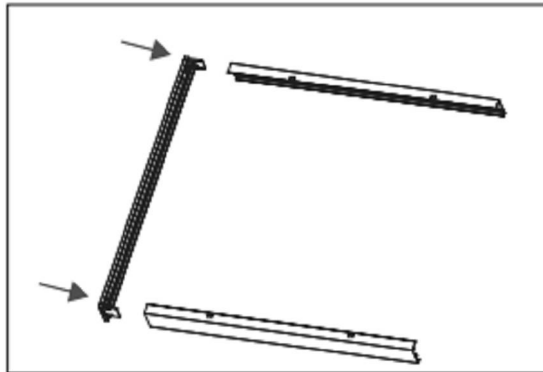

Рисунок 5 - Схема поверхностного монтажа светильника
5.6.2 С помощью уголков соберите 3 части рамы (см. рис. 5).